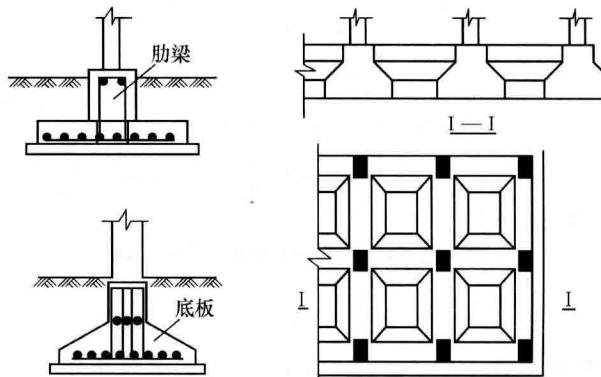

图 1-5 十字交叉基础图
实例 十字交叉基础图 (图 1-5)
- (1) 当荷载很大，采用柱下条形基础不能满足地基基础设计要求时，可采用双向的柱下钢筋混凝土条形基础形成的十字交叉条形基础，又称交叉梁基础，如图 1-5 所示。
- (2) 十字交叉基础的纵、横向均具有一定的刚度，当地基软弱且在两个方向的荷载和土质不均匀时，十字交叉条形基础对不均匀沉降具有良好的调整能力。